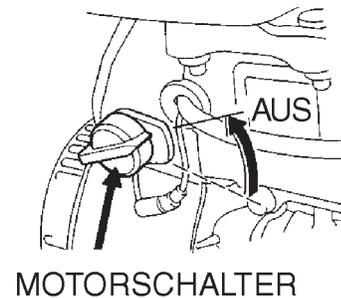

Abbildung 15. EIN/AUS-Schalter des Motors (Stellung AUS)
- Wenn der Motor **abgekühlt** ist, den Start/Stop-Hebel des Motors in die Stellung „**AUS**“ (Abbildung 15) bringen.